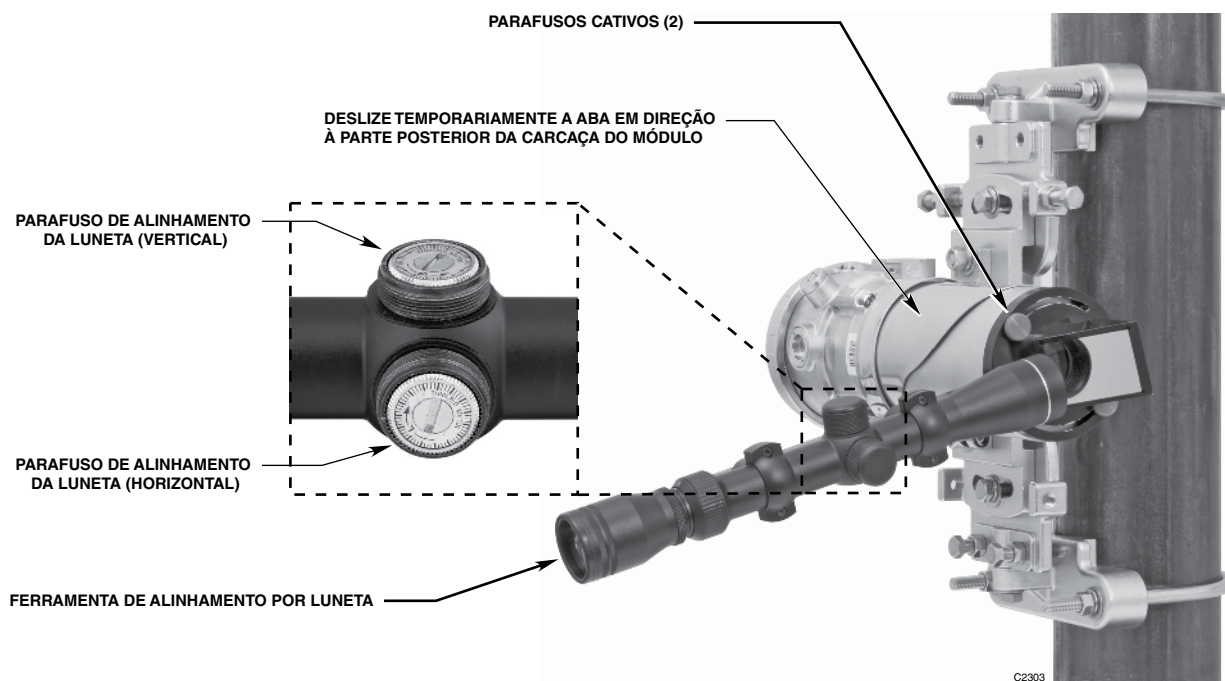

Figura 19 — OPECL com Ferramenta de alinhamento por luneta instalada (exibido o módulo do transmissor)
6. Instale o telescópio de alinhamento no módulo receptor, inserindo os parafusos cativos nos orifícios com rosca no visor. Consulte a Figura 19. Certifique-se de que a luneta esteja instalada corretamente, que a ocular esteja acessível e que os parafusos estejam apertados completamente.